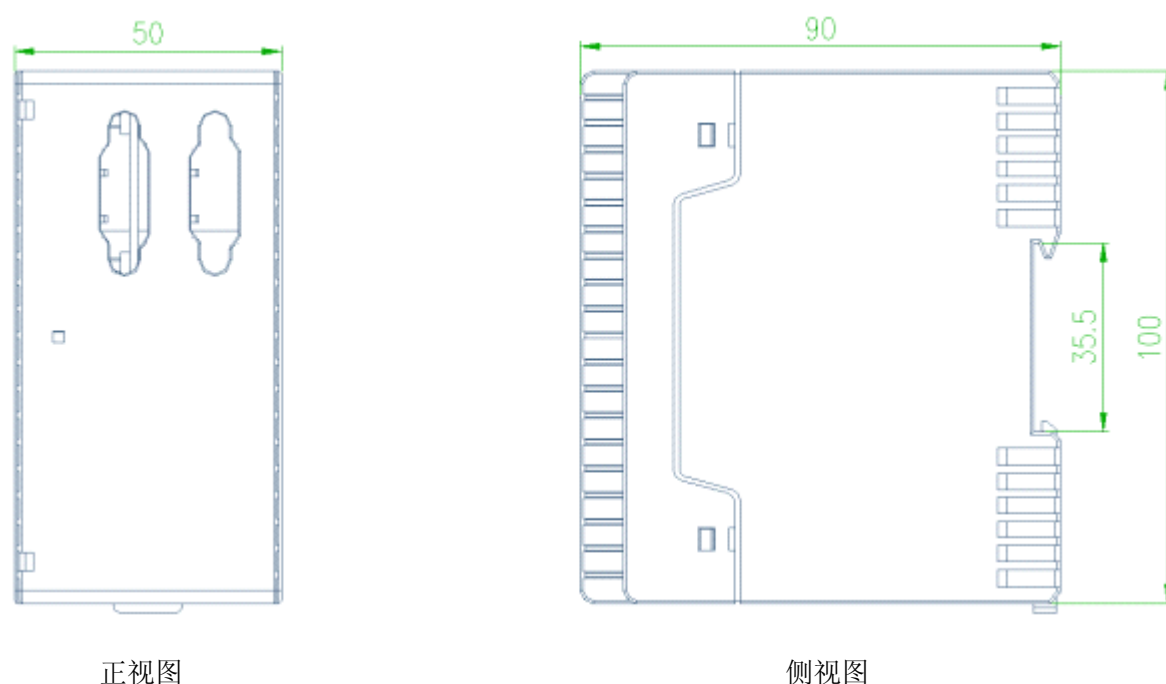

图 8 双路 PROFIBUS_DP 通讯模块外形尺寸
5.2.3 双路 PROFIBUS_DP 通讯模块尺寸如图 8 所示，该模块采用导轨安装：